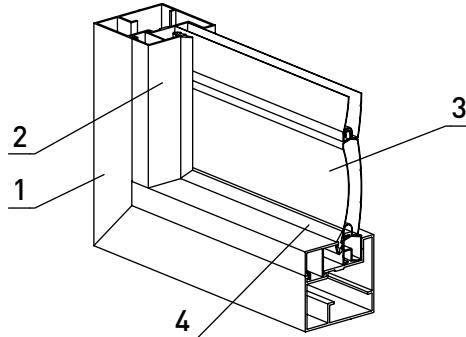

Рис. 19. Установка штапика **FLGU.400.0302, FLGU.400.0304** с уплотнителем **FRK39**
1. По контуру заполнения установить штапики **2** совместно с уплотнителем **4** (рис. 19).